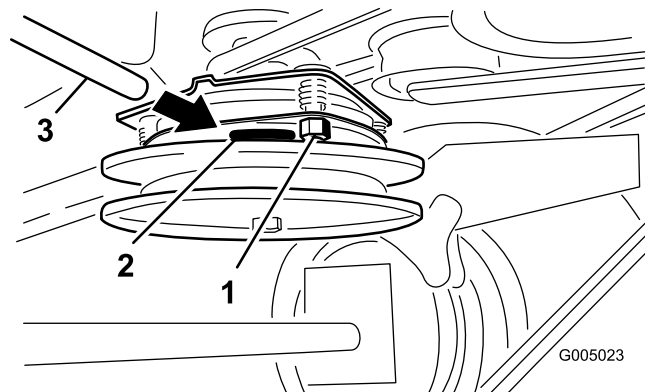

**Figure 43**
1. Enlevez le contre-écrou et le boulon de fixation de la roue pivotante à la chape (Figure 43).
2. Enlevez une bague, puis sortez la douille pour clé et le roulement à rouleaux du moyeu de roue (Figure 43).
3. Enlevez l'autre bague du moyeu, puis nettoyez la graisse et les saletés éventuellement présentes dans le moyeu (Figure 43).
4. Examinez l'usure du roulement à rouleaux, des bagues, de la douille pour clé et de l'intérieur du moyeu. Remplacez les pièces endommagées ou usées (Figure 43).
5. Pour le remontage, placez une bague dans le moyeu de la roue. Lubrifiez le roulement à rouleaux et la douille pour clé, et insérez-les dans le moyeu. Mettez la deuxième bague dans le moyeu (Figure 43).
6. Montez la roue pivotante dans la chape à l'aide du boulon et du contre-écrou. Serrez le contre-écrou jusqu'à ce que la base de la douille pour clé soit en appui contre l'intérieur de la chape (Figure 43).